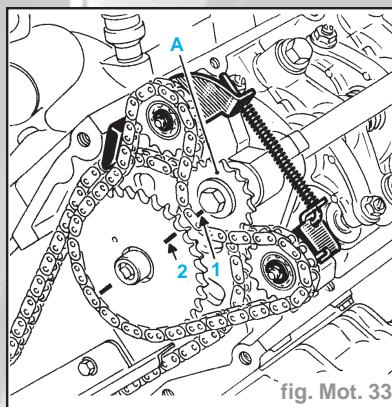

fig. Mot. 33
- Reposer la masselotte, le pignon (A) et le serrer au couple (fig. Mot. 33).
- Monter la chaîne sur le pignon (A), monter le pignon (B) et aligner les repères (1) et (2) face à face (fig. Mot. 33).